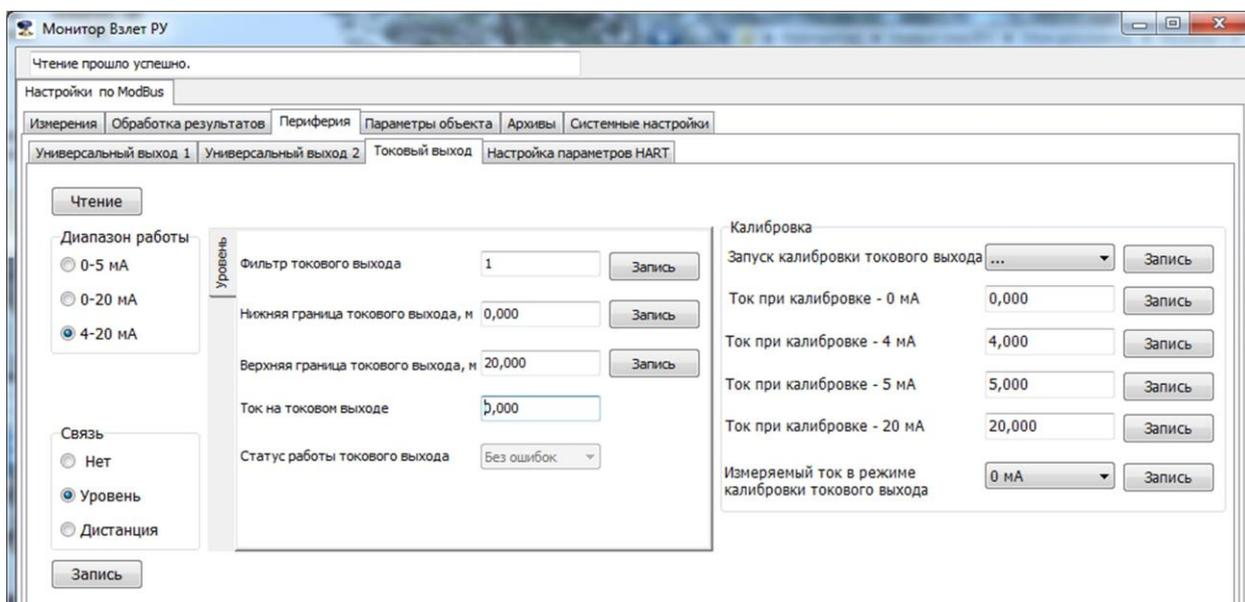

Рисунок 19 – Вкладка «Периферия / Токовый выход»
7.4.2 На вкладке «Периферия» производится (при необходимости) настройка универсальных выходов уровнемера, настройка токового выхода (см. рисунок 19).